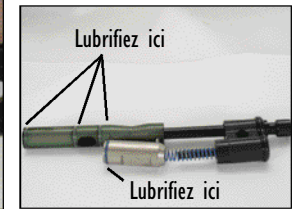

Figure 13 Ensemble culasse et chien retiré.
2. Chaque fois que vous retirez l'ensemble culasse et chien, nettoyez-le de tout résidu de peinture ou de saleté. Déposez une goutte d'huile sur chaque joint torique. Figure 13. Ne remplacez le joint Blue Hammer (no 35) qu'avec un joint identique, sans quoi le marqueur ne s'armera pas correctement.